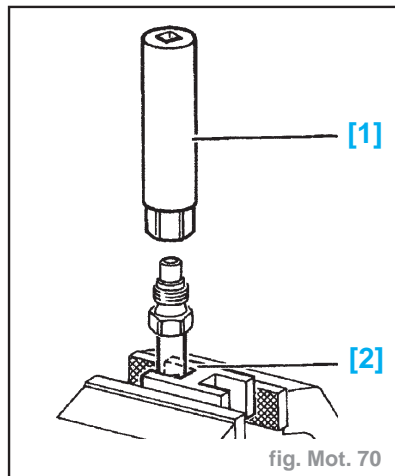

fig. Mot. 70
- Fixer dans l'étau le support [2] (-).0117-AJ (fig. Mot. 70).